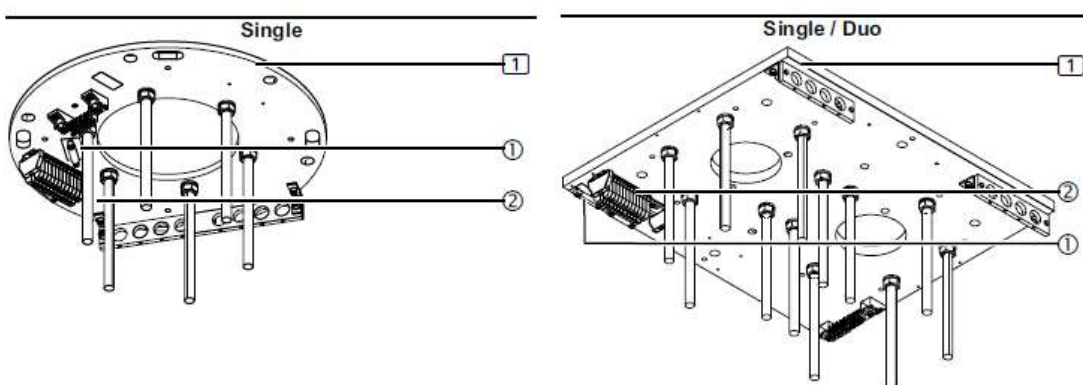

Abb.54 Anschluss der Stromkabel an der Schnittstellenplatine
Abbildung 54 zeigt eine vereinfachte Darstellung der Schnittstellenplatine (1) ohne Verlängerungsarm und Kabel usw.